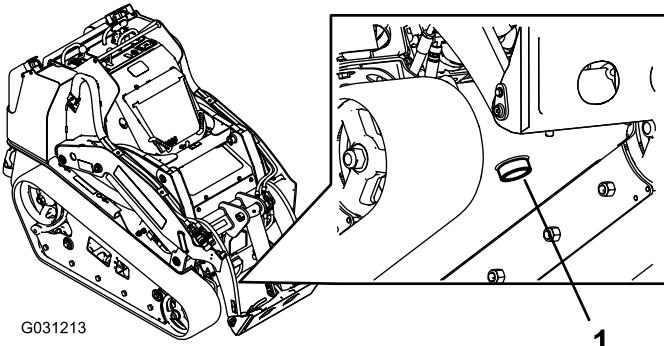

Figura 60
7. Coloque un recipiente grande (con capacidad para 57 litros) debajo del tapón de vaciado situado en la parte delantera de la unidad de tracción (Figura 60).
8. Retire el tapón de vaciado y deje fluir el aceite al recipiente (Figura 60).